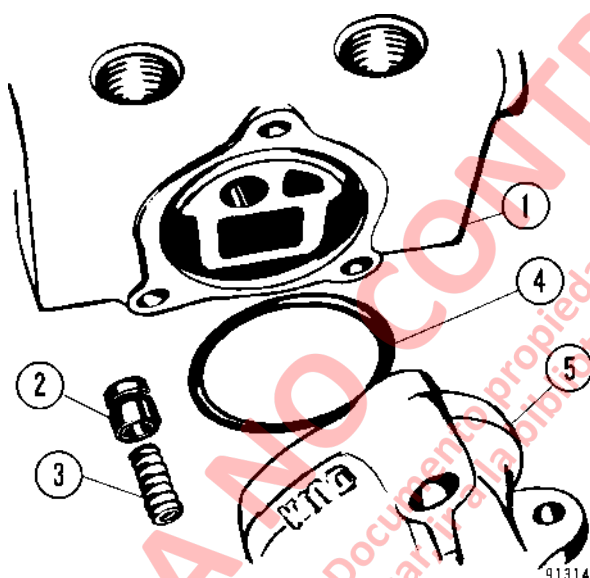
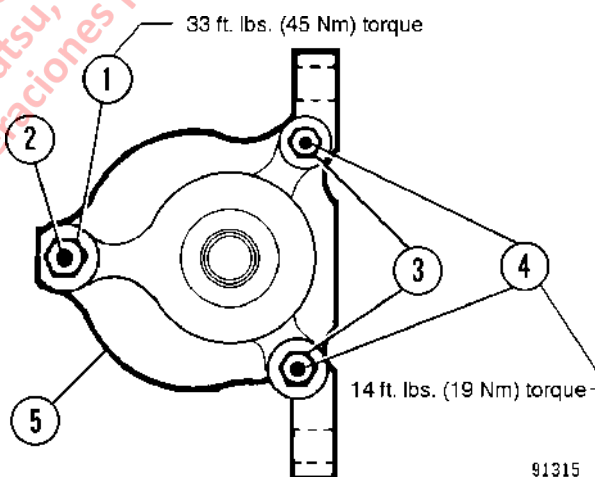

FIGURA 8-15. REENSAMBLADO DE LA VALVULA PILOTO DE IZAJE
FIGURA 8-16. TORQUE DE LA TUERCA DEL VÁSTAGO DE ENLACE
3. Monte el cabezal móvil de retención (2, Figura 8-15) y el resorte (3) en la caja del carrete (1).
4. Monte el O-Ring nuevo (4) en la caja del carrete. Coloque las cajas de entrada y salida en la caja del carrete
5. Monte los tirantes de acoplamiento. Monte y apriete las tuercas del Vástago de enlace a los torques que se muestran en la Figura 8-16.